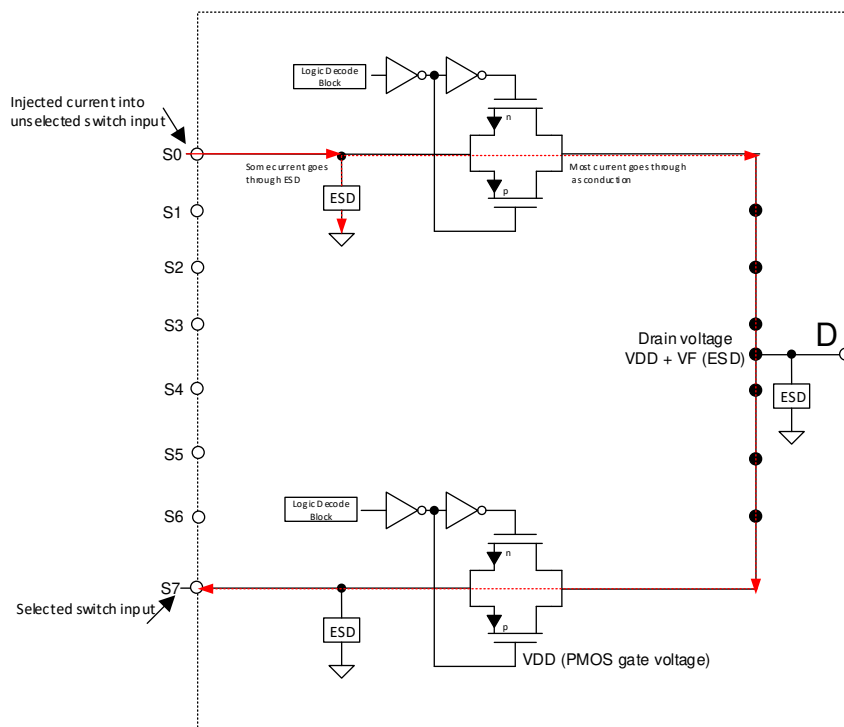

图 8-3. 典型 CMOS 开关和相关注入电流路径的简化图
注入电流影响：典型的 CMOS 开关在输入端和输出端具有 ESD 保护二极管。这些二极管不仅提供 ESD 保护，还提供电压钳位功能，从而防止输入或输出高于 V_{DD} 或低于 GND 和 V_{SS} 。当电流注入到禁用信号路径的引脚时，少量电流会流经 ESD 二极管，但大部分电流会由于导通而流至漏极。如果 ESD 二极管的正向电压 (VF) 大于 PMOS 阈值电压 (VT)，则所有关断开关的 PMOS 将导通，并且源漏极之间会出现不良的亚阈值漏电流，从而也可能将关断源极引脚上拉。图 8-3 显示了典型 CMOS 开关和相关注入电流路径的简化图。